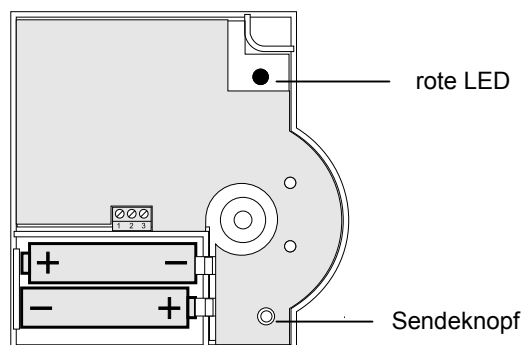

Abb. 2: Polung der Batterien und Sendeknopf
- ▶ Legen Sie die mitgelieferten Mignon-Batterien mit der korrekten Polung ein (siehe Abb. 2). Wenn die rote LED am HCW 82/HCF 82 blinkt, müssen die Batterien erneuert werden (siehe "Batteriewechsel", Seite 6).
- ▶ Aktivieren Sie innerhalb von 4 min. den Teach-in, indem Sie am Raumtemperaturfühler den Sendeknopf drücken (siehe Abb. 2, Sendeknopf).